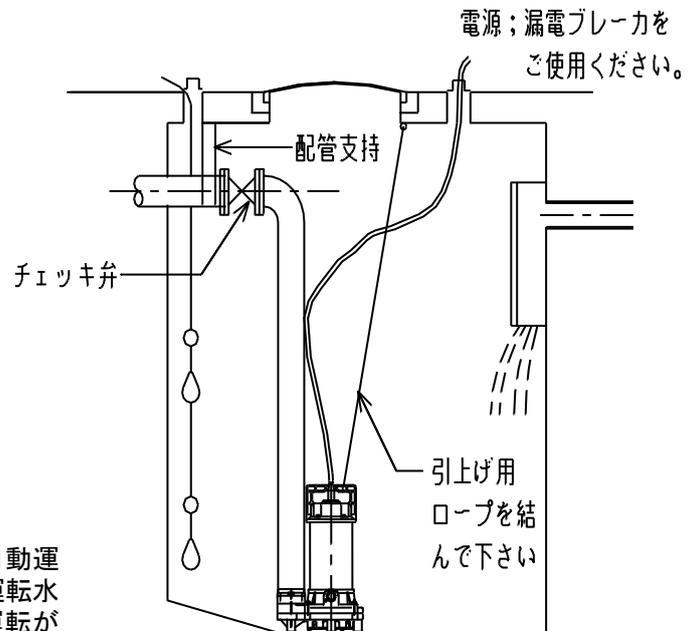
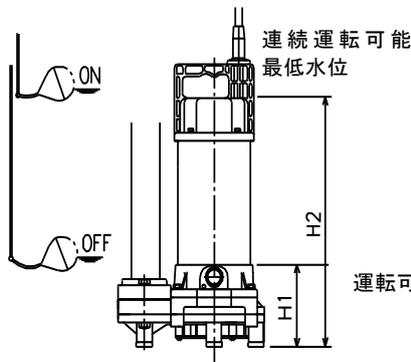

図 2
図 3
- (1) 運搬ならびに据付時には、ケーブルを絶対に引っ張らないでください。
- (2) ポンプは横置きあるいは、宙づりでの使用はできません。底に立置きでご使用ください。
- (3) ポンプはできるだけ槽内の乱流のない場所に設置してください。
- (4) 槽内の流れがある場合には適当な配管を支持してください。（以上図2参照）
- (5) 配管は途中空気だまりのできないようにしてください。
- (6) 配管末端は水中に入れしないでください。ポンプを停止した時逆流します。
- (7) 配管にはポンプ1台毎にチェック弁を取り付けてください。
- (8) 非自動形ポンプ(DWT型)はフロートによる自動運転装置が内蔵されていないので、ポンプ運転水位には充分注意してください。ポンプの空運転がない様に図3の如く、必ず自動運転装置を設け水位設定をお願いします。運転可能最低水位での連続運転は10分以内にしてください。これ以上長く運転しますと、電動機内蔵のオートカットが作動しポンプが停止します。